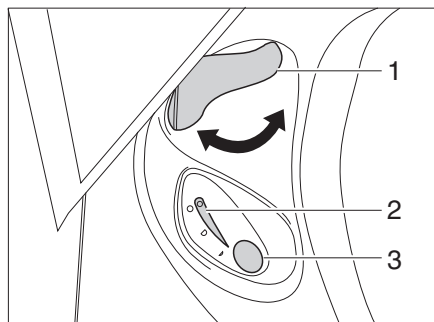

Fig. 155 Unité de commande des toilettes Thetford
- Avant d'actionner la chasse d'eau, ouvrir le curseur des toilettes Thetford. Tourner pour cela le levier du curseur (Fig. 155,1) dans le sens inverse des aiguilles d'une montre.
- Pour actionner la chasse d'eau, appuyer sur le bouton bleu (Fig. 155,3).
- Après avoir actionné la chasse d'eau, fermer le curseur. Tourner le levier du curseur (Fig. 155,1) dans le sens des aiguilles d'une montre.
Le voyant de contrôle (Fig. 155,2) s'allume lorsque la cassette Thetford doit être vidée.
- Tourner le levier du curseur (Fig. 155,1) dans le sens des aiguilles d'une montre. Le curseur se ferme. Pour la vidange il **faut** que le curseur des toilettes Thetford soit fermé.